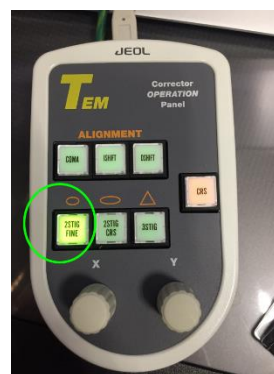

Figura 15
4.2 Una vez localizada el área de interés de la muestra, se eligen los aumentos adecuados y se inserta la cámara CCD (US100XP), en el software DM, para visualizar la imagen HRTEM. Es recomendable ajustar el astigmatismo de la lente objetivo en la zona de estudio a altos aumentos utilizando el panel de ajuste de sobremesa (figura 15).